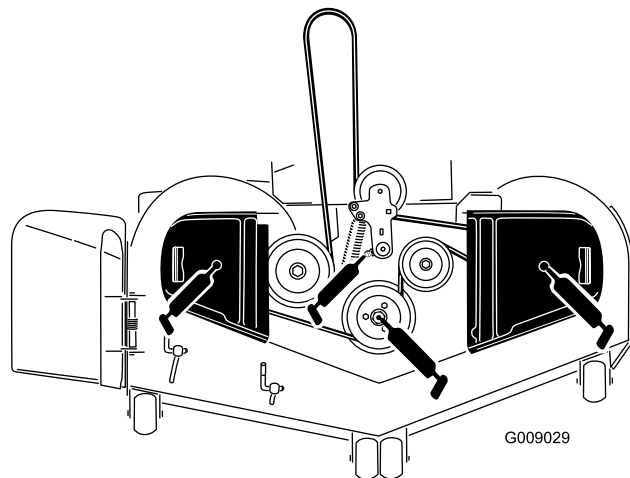

Figure 50
5. Graissez le pivot de la poulie de tension du plateau de coupe jusqu'à ce que la graisse ressorte par le bas (Figure 50).
6. Graissez les roulements des 3 axes jusqu'à ce que la graisse ressorte par les joints inférieurs (Figure 50).
7. Graissez le bras de la poulie de tension de la courroie d'entraînement (Figure 50).